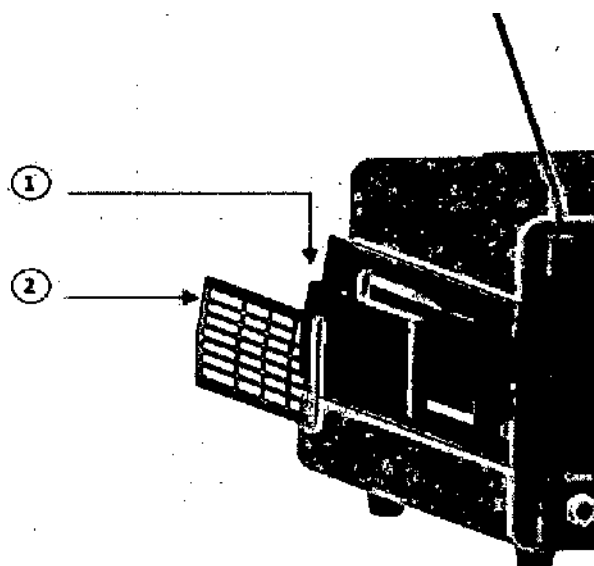

Рис. 148. Внешний вид конструкции воздушных фильтров
- 1 Отсоедините решетку воздушного фильтра, обозначенную цифрой 2 на Рис. 148, от корпуса Прибора.
- 2 Отсоедините фильтрующий элемент, обозначенный цифрой 1 на Рис. 148, от корпуса Прибора.